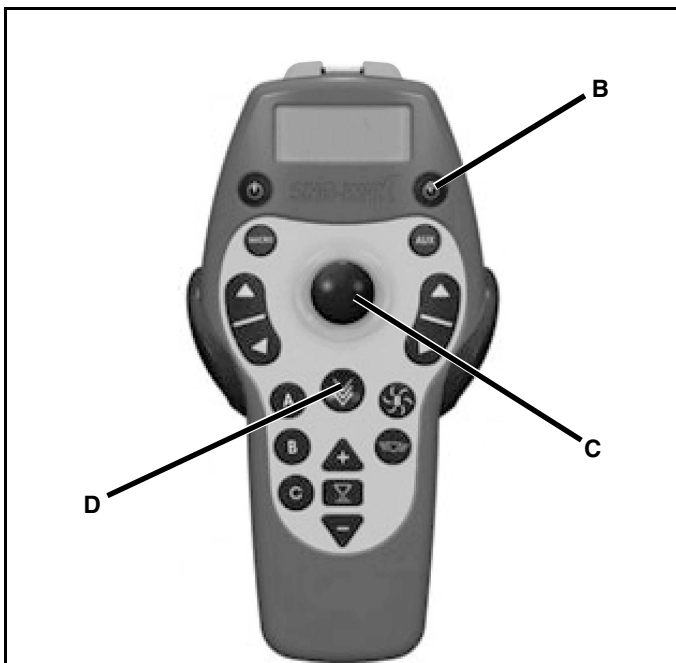

Abb. 1-6
2. Die runde Taste rechts unter der LCD-Anzeige (Abb. 1-6) ist die Job-Timer-Taste. Um in den Uhreinstellmodus zu gelangen, drücken Sie bei ausgeschalteter Steuerung die Job-Timer-Taste ca. 2 Sekunden lang. Verwenden Sie die Taste "Räumschild anheben/absenken", um zwischen 24-Stunden- oder 12-Stunden-Anzeige umzuschalten. Verwenden Sie die Taste "Räumschild nach rechts/links schwenken", um zur nächsten zu bearbeitenden Stelle zu kommen. Verwenden Sie die Taste "Räumschild anheben/absenken", um den Wert der Stelle zu erhöhen oder zu vermindern. Durch Weitergehen über die Stundenstellen (hh) hinaus gelangt man in den Datumeinstellmodus. Drücken Sie erneut auf die Job-Timer-Taste, um Ihre Einstellungen zu speichern und den Uhreinstellmodus zu verlassen. Um den Job-Timer zu starten, drücken Sie bei eingeschalteter Steuerung auf die Job-Timer-Taste.
3. Die Joystick-Taste in der Mitte des ProControl™-Senders (Abb. 1-6, C) aktiviert die Funktionen Anheben, Absenken, Schwenken nach links und rechts. Durch Drücken des vorderen Teils des Joysticks (zur LCD-Anzeige hin) wird der Schneepflug abgesenkt. Durch Ziehen des Joysticks in Richtung Ladeanschluss bei drahtlosem Sender bzw. in Richtung Kabel bei verdrahtetem Sender wird der Schneepflug angehoben. Durch Drücken des Joysticks nach links wird ein
4. Die runde Taste unter dem Joystick (Abb. 1-6, D) ist die "Down Pressure"-Taste. Durch Drücken auf diese Taste wird der Anpressdruck nach unten (Down Pressure) eingeschaltet und eine rote Anzeigeleuchte in der Taste leuchtet auf. Durch erneute Betätigung dieser Taste wird der Anpressdruck ausgeschaltet.